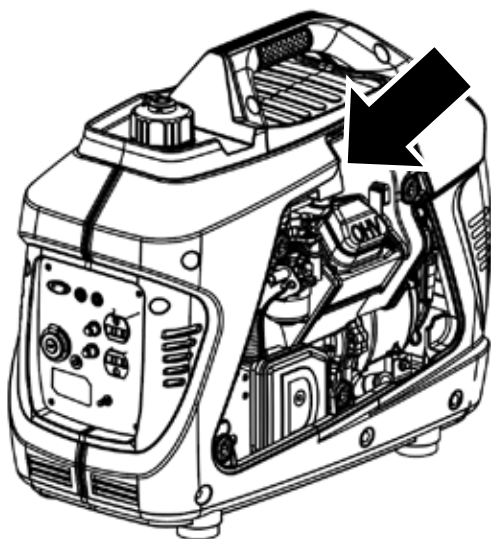

Figure 17: Localiser la bougie
3. Retirez le panneau de service du moteur en déverrouillant le bouton et localisez le soufflet de la bougie d'allumage en haut du moteur (voir la figure 17).